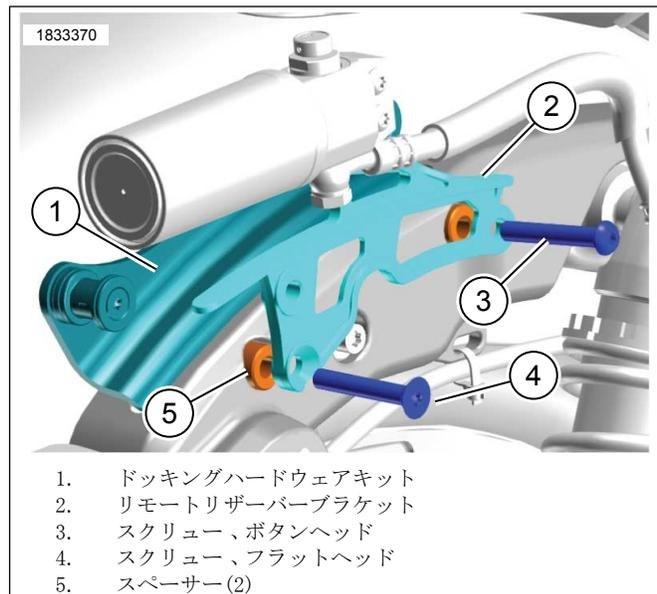

図3。
2. 図3を参照してください。スペーサー(5)を取り付けます。